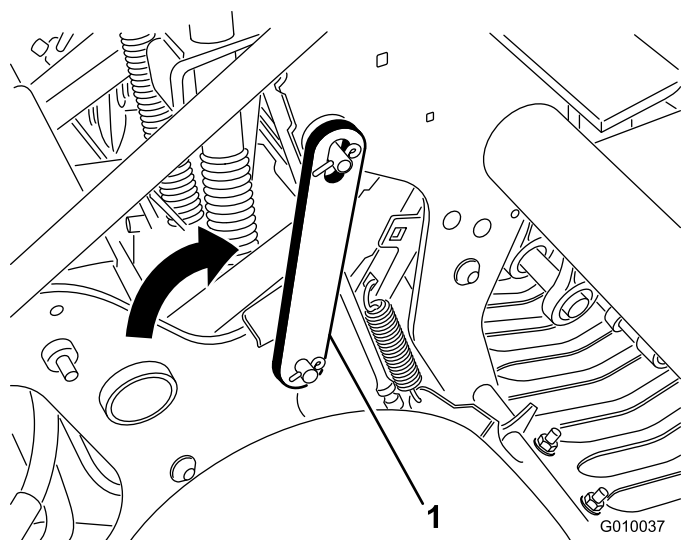

Bild 21
3. Drehen Sie den Wartungsriegel nach hinten und setzen Sie ihn in den Aerifizierkopfstift ein (Bild 21). Befestigen Sie ihn mit dem Clipping.